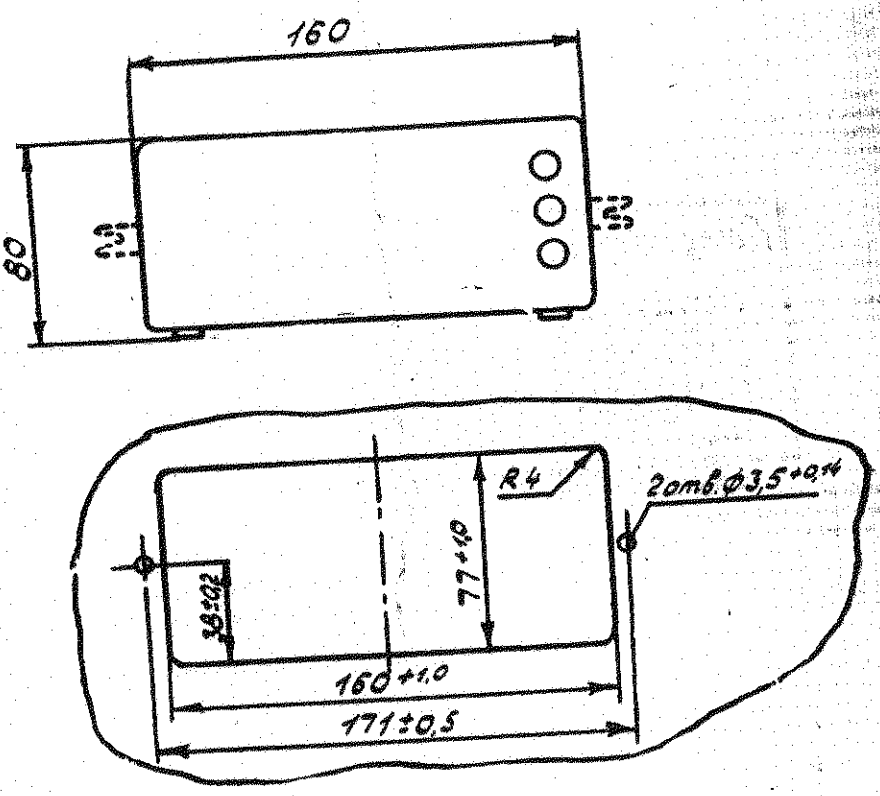

Рис. 1. Габаритный чертёж секундомера и разметка щита под установку секундомера — 17 —
3.11. Габаритные и установочные размеры секундомера соответствуют рис. 1.